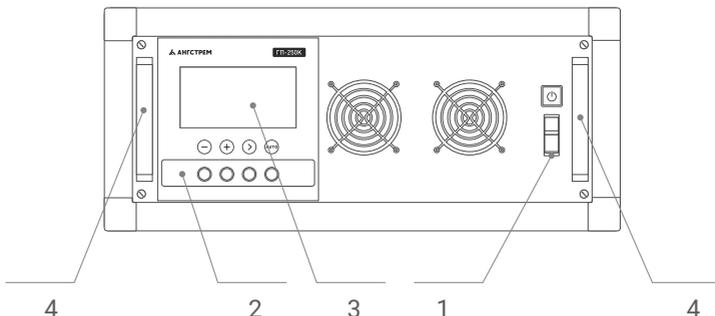

Рисунок 1 - Передняя панель генератора
5.1.2 На передней панели генератора (Рис.1) расположены органы управления и индикации: